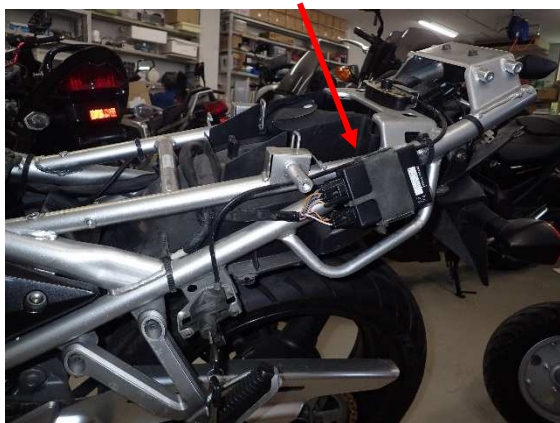
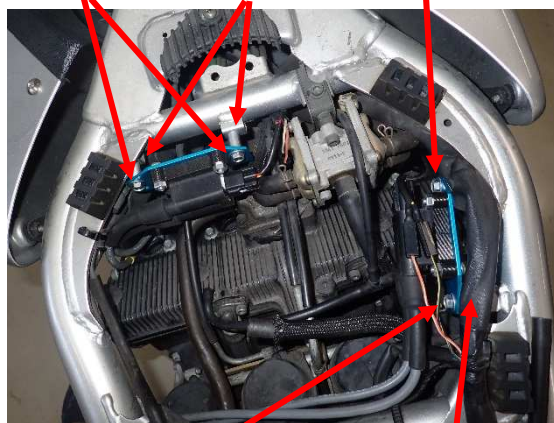

図1
図2
- ①シート、テールカウルを外し、イグナイタユニット(図1)を取り外して下さい。そのコネクタに、SP II コントロールユニットをユニットハーネスを使用して接続して下さい。ノーマルコイルのまま、エンジンを始動させ、作動を確認して下さい。ユニットは、水などが溜まらないようにスイッチ面を横向きに設置して下さい。
- ②ガソリンタンクを外しノーマルイグニッションコイルを取外して下さい。
- ③8ページ「プラグコードコネクタ装着方法」に従ってプラグコードを SP II コイルに装着して下さい。プラグコード／キャップは高電圧によるリーク防止のため、新品又は良品を使用して下さい。
- ④SP II イグニッションコイルを付属のボルト、スペーサを使用してフレームなどに当たらないように位置を調整して取り付けて下さい。左側が#1 & #4用(90G、コイルコネクタが白)、右側が#2 & #3用(90GH、コイルコネクタが黒)コイルです。(図2)